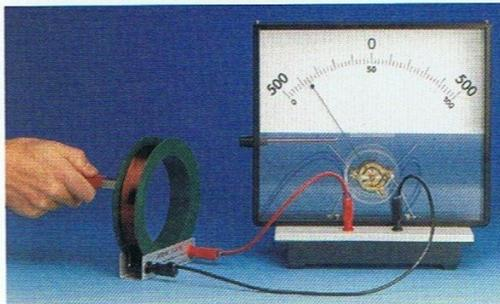

fig. 4 On approche le pôle sud.
3. Re commençons l'expérience en approchant le pôle sud de l'aimant vers la bobine, puis en l'éloignant (fig. 4 et 5).